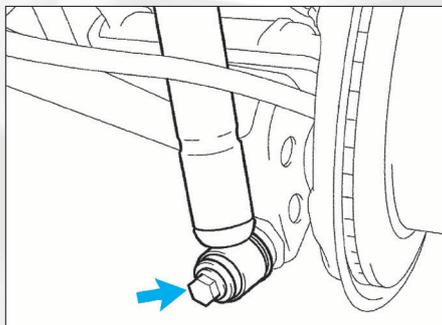

FIG. 19
- Dévisser l'écrou inférieur de l'amortisseur puis le déposer en soulageant la suspension par la descente de crics hydrauliques (fig. 19).